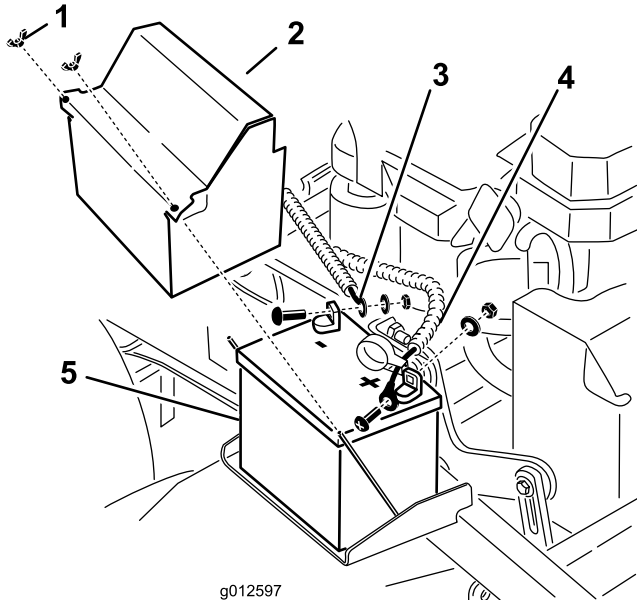

Figura 52
3. Desconecte el cable negativo del borne negativo (-) de la batería (Figura 52).
4. Retire la cubierta de goma roja del borne positivo (rojo) de la batería. Luego retire el cable positivo (rojo) de la batería (Figura 52).
5. Retire la pletina de sujeción de la batería (Figura 52), y retire ésta.
1. Coloque la batería en la máquina (Figura 52).
y un perno (Figura 52). Deslice la cubierta de goma sobre el borne.
4. Luego conecte el cable negativo y el cable de tierra al borne negativo (-) de la batería con una tuerca, una arandela y un perno (Figura 52).